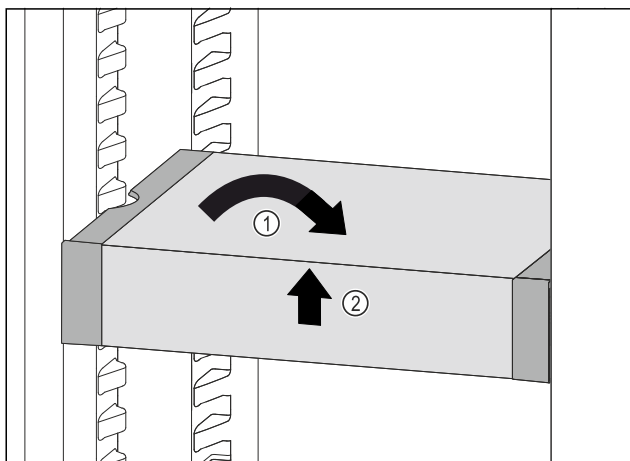

Fig. 168
- Ställ VarioSafe rakt. Fig. 168 (1)
- Lyft VarioSafe framåt. Fig. 168 (2)